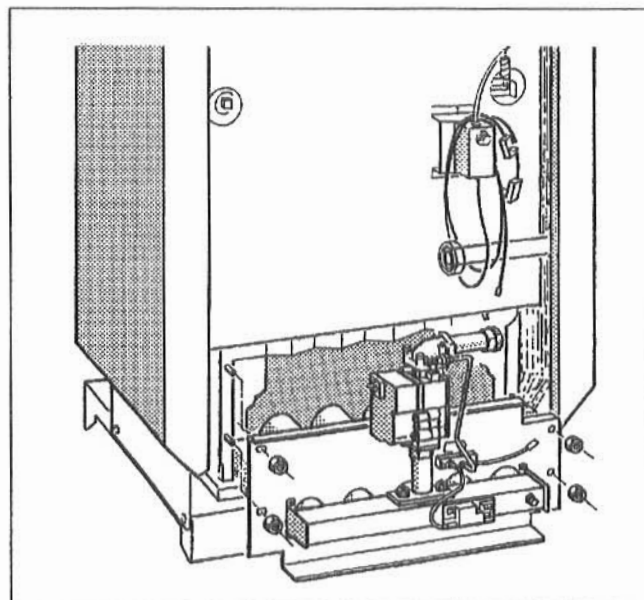

Fig. 30: Se demontează arzătorul de gaz.
- Piulițele de fixare de la plăcuța arzătorului se desfac și se scoate afară arzătorul cu gaz (Fig. 30).